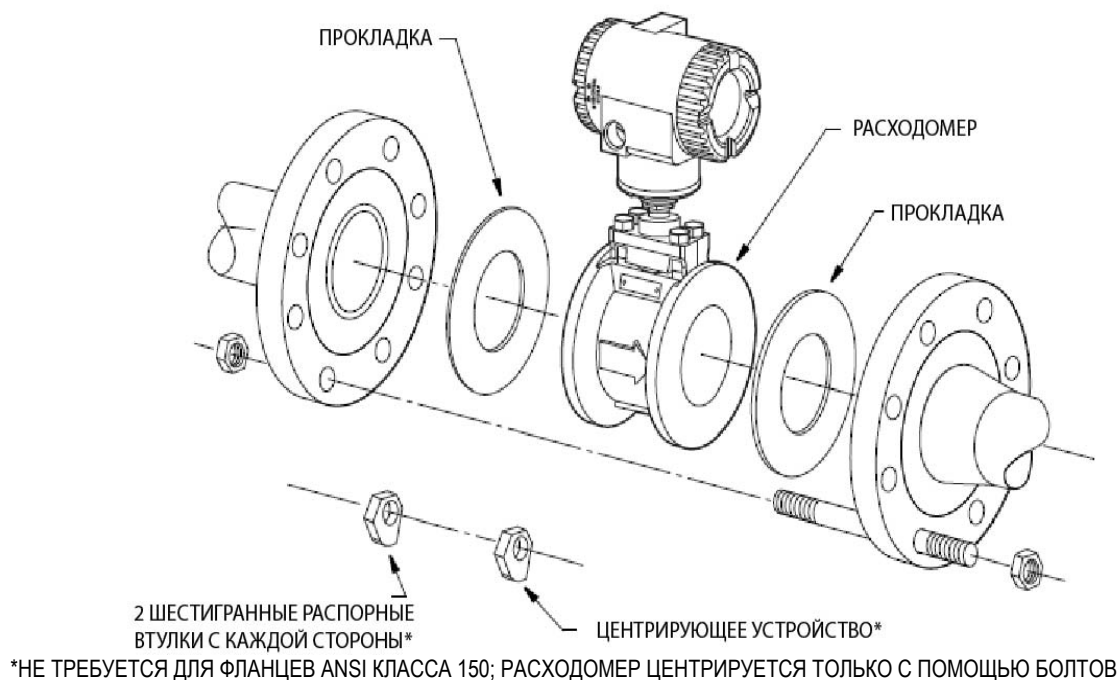

Рис. 13. Центровка расходомера 84W (используя распорные втулки)
1. См. рис.13. Вставьте первую шпильку через одно из нижних отверстий фланца, расположенного вниз по потоку, затем через две шестигранные распорные втулки, а затем через фланец, расположенный вверх по потоку. Установите гайки на обоих концах шпильки, но не затягивайте их.